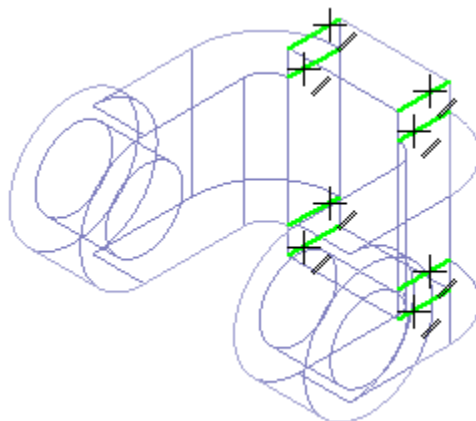

Рисунок 42.
- Нажмите кнопку Каркас на панели Вид. После этого станут видны все ребра модели (рис. 42).